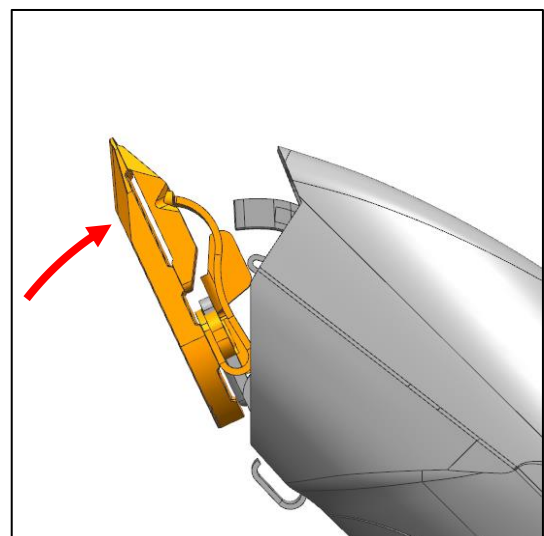

Abb. 53
- Klappen Sie den Schneidsatz auf die Tierhaarschneidemaschine auf, bis dieser hörbar einrastet (Abb. 53).